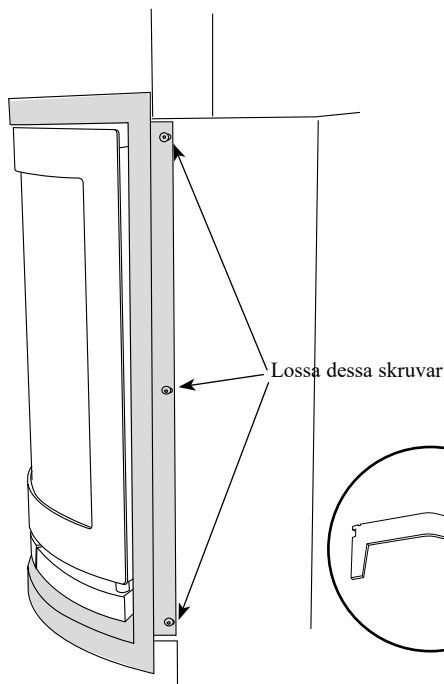

Bild 9: Luckram
6. Skruva bort ramen runt luckan genom att lossa tre skruv på vardera sidan (bild 9).